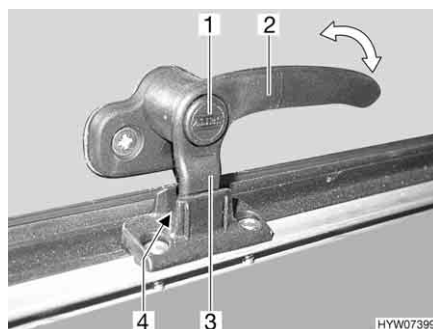
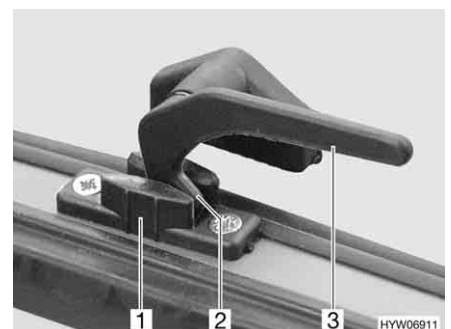

Bild 96 Låsarm med låsknapp i läget "kontinuerlig vädring"
Bild 97 Låsarm i läget "kontinuerlig vädring"
- I läget "kontinuerlig vädring" (Bild 96 och Bild 97)
- Tryck på låsknappen (Bild 96,1) om sådan finns och håll den nedtryckt.
- Sväng låsarmen (Bild 96,2 eller Bild 97,3) ett kvarts varv mot fönstrets mitt.
- Vrid tillbaka låsarmen. Därvid måste låsarmens låsspak (Bild 96,3 eller Bild 97,2) föras in i spåret på fönsterlåsen (Bild 96,4 eller Bild 97,1).
- Släpp låsknappen (Bild 96,1) om sådan finns.